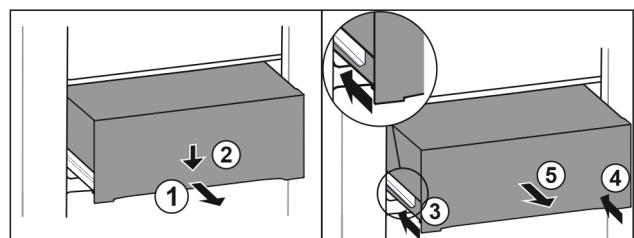

Fig. 70
- ▶ Extrageți pe jumătate sertarul. Fig. 70 (1)
- ▶ Apăsați în jos sertarul pe partea frontală. Fig. 70 (2)
- ▶ Inserați şina stângă aproximativ 2 cm. Fig. 70 (3)
- ▶ Inserați şina dreaptă aproximativ 2 cm. Fig. 70 (4)
- ▶ Extrageți sertarul spre înație. Fig. 70 (5)